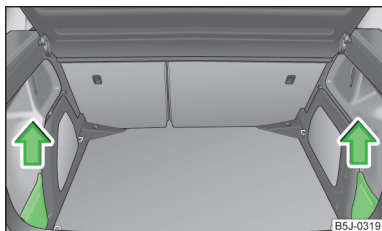

Fig. 76
- Afferrare la copertura sul lato superiore ed estrarla con prudenza nella direzione indicata dalla freccia » fig. 76.